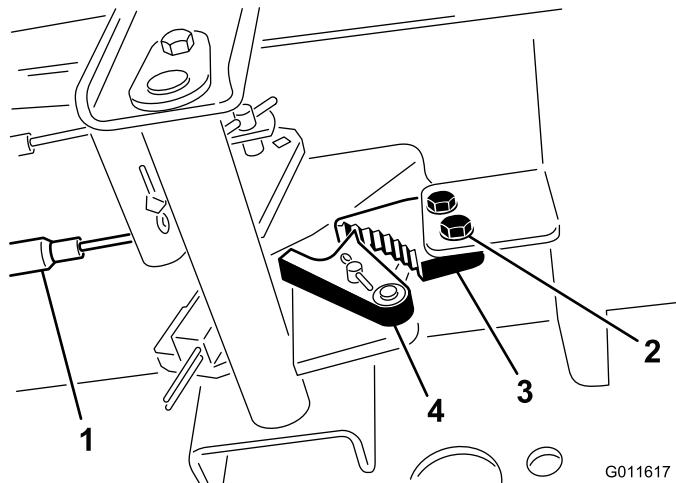

Рисунок 45
- Ослабьте два винта крепления защелки стояночного тормоза к раме (Рисунок 45).
- Винты (2)
- Нажмите педаль тормоза вперед, пока углубление тормоза не войдет полностью в зацепление с защелкой тормоза (Рисунок 45).